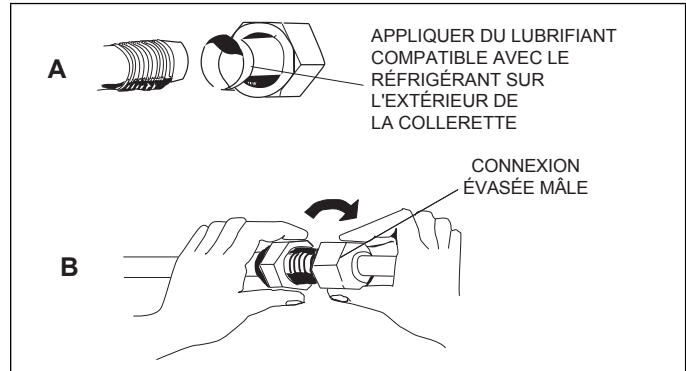

Figure 24. Réalisation des connexions mâles-femelles
- Aligner les conduites de réfrigérant évasées sur les connexions filetées. Commencer par serrer légèrement les écrous évasés pour assurer qu'ils s'engagent correctement comme illustré à la «Figure 24. Réalisation des connexions mâles-femelles».